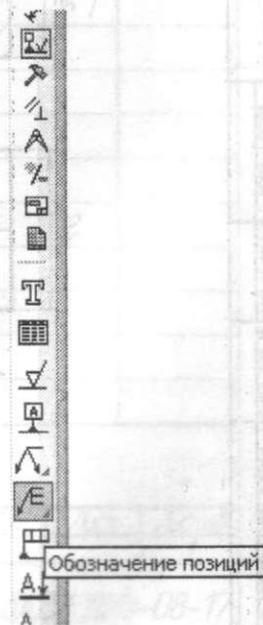

Рис. 27. Страница **Обозначение**
5. Проставить номера позиций, используя команду **Обозначение позиций** в странице **Компактной панели Обозначения** (рис. 27).